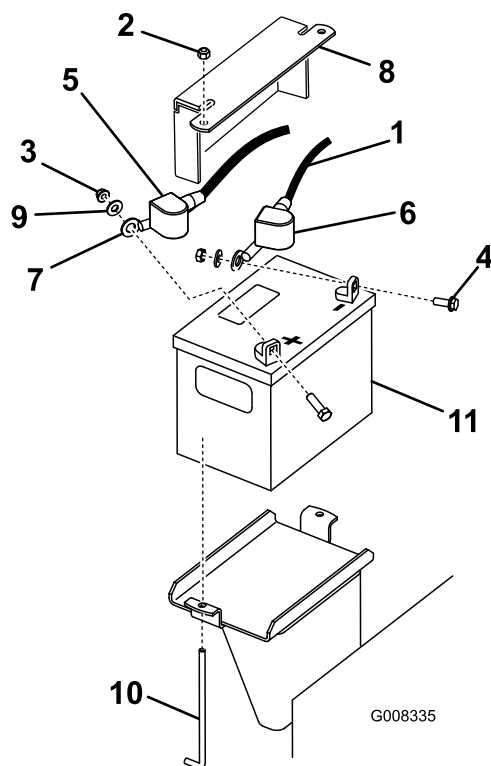

Figura 37
dal morsetto negativo (-) della batteria (Figura 37).
4. Fate scorrere la guaina del morsetto rosso via dal morsetto positivo della batteria (rosso), poi rimuovete il cavo positivo della batteria (rosso) (Figura 37).
5. Rimuovete la piastra di tenuta, i bulloni a J e i dadi di bloccaggio che fissano la batteria (Figura 37) e togliete la batteria.
1. Utilizzate i fermi rimossi in precedenza per montare il cavo positivo (rosso) sul morsetto positivo (+) della batteria (Figura 37).
3. Utilizzate i fermi rimossi in precedenza per montare il cavo negativo (nero) sul morsetto negativo (-) della batteria (Figura 37).
4. Assicurate la batteria con la barra e i dadi ad alette (Figura 37).